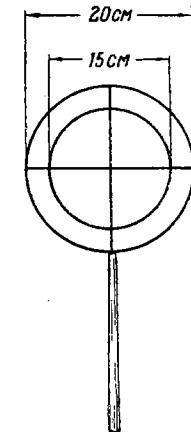

Рис. 75. Предельный габарит
- предельный габарит (рис. 75), изготавляемый самими воинскими частями из проволоки и состоящий из двух концентрических колец диаметрами 15 и 20 см. Кольца связаны между собой спицами.